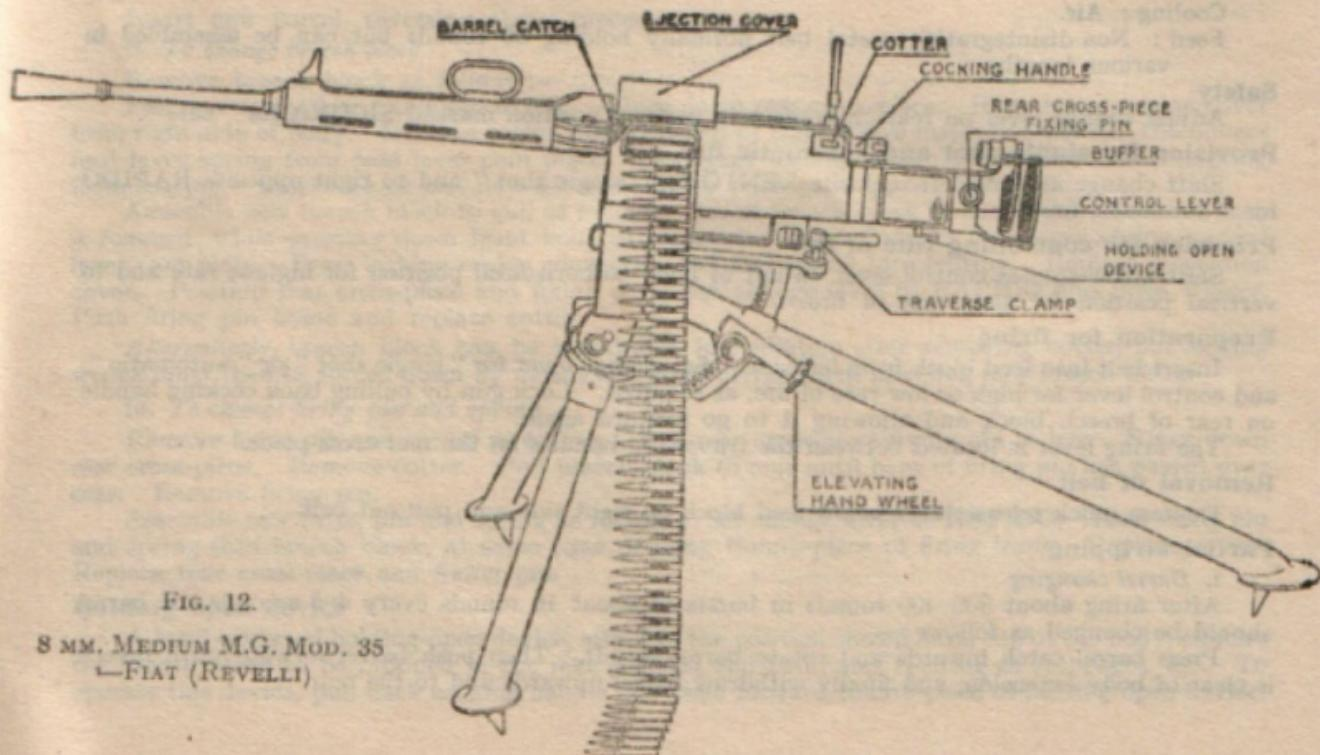

FIG. 12.
20. 8 mm. Medium M.G., Mod. 35—Fiat (Revelli). (Fig. 12)